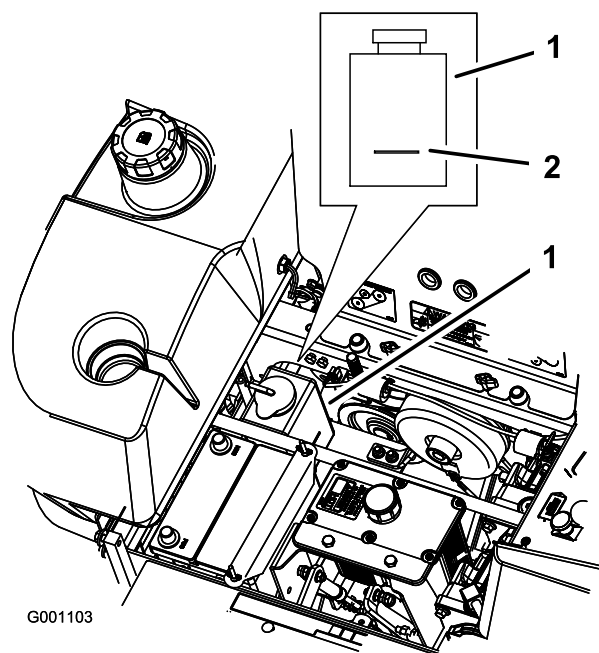

Figura 67
3. A motore freddo, controllate il livello della bottiglia di troppopieno. Il fluido deve raggiungere la sporgenza all'esterno della bottiglia di troppopieno (Figura 67).
4. Se il livello del refrigerante è basso, rabboccate la bottiglia di troppopieno con una miscela 50/50 di antigelo a lunga durata e % acqua (Figura 67).
5. Versate la miscela refrigerante 50/50 nella bottiglia di troppopieno e riempite fino alla linea tracciata sulla bottiglia (Figura 67).